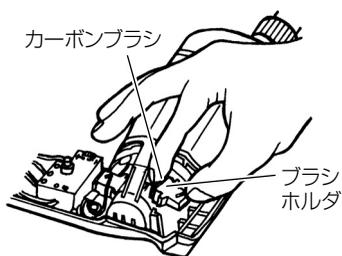

図 6
- (2) ブラシホルダをドライバーの先などで持ち上げ、カーボンブラシを押さえながらブラシホルダをハウジングから取出します。（図 6）